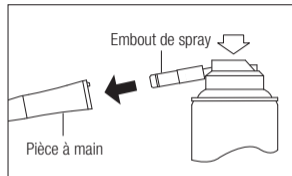

Fig. 7
- 2) Insérez l'embout de spray à l'arrière de la pièce à main. Tenez l'instrument et pulvérisez pendant environ 2-3 secondes. Vaporisez du lubrifiant jusqu'à ce qu'il en ressorte de la tête de la pièce à main pendant au moins 2 secondes (Fig. 7).
- 3) Lubrifiez la pièce à main à l'aide du NSK PANA SPRAY Plus (Fig. 7) ou du système NSK de nettoyage et de lubrification automatique de la pièce à main.